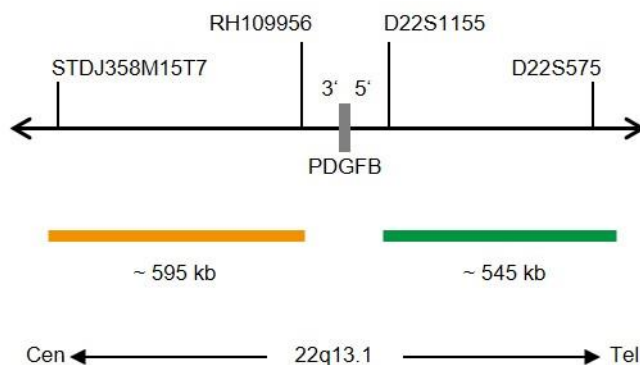

Fig. 1: SPEC PDGFB Mapa de la sonda (no está a escala)
- Polinucleótidos marcados en verde (excitación a 503 nm/emisión a 528 nm) ZyGreen (~10 ng/ $\mu$ l), dirigidos a secuencias localizadas en 22q13.1\* (chr22:39,720,415-40,267,687) distales a la región del punto de ruptura de PDGFB (ver Fig. 1).
- Polinucleótidos marcados en naranja (excitación a 547 nm/emisión a 572 nm) ZyOrange (~4,5 ng/ $\mu$ l), dirigidos a secuencias localizadas en 22q13.1\* (chr22:38,928,973-39,526,228) proximales a la región del punto de ruptura de PDGFB (ver Fig. 1).